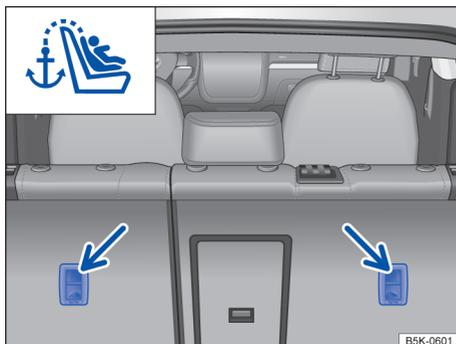

Fig. 7 Olhais de retenção para o cinto de fixação superior no lado de trás do banco traseiro.
- Caso seja fornecido juntamente com a cadeira de criança, enganchar o cinto de fixação superior da cadeira de criança na fixação superior identificada como Top Tether, existente na parte posterior do encosto do banco → Fig. 7.